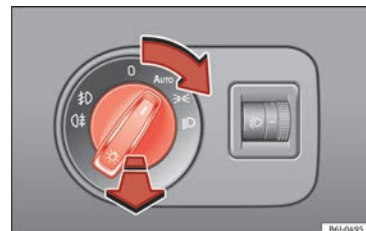

Fig. 27 Planche de bord : commande des feux.
- Tournez l'interrupteur dans la position désirée » Fig. 27.